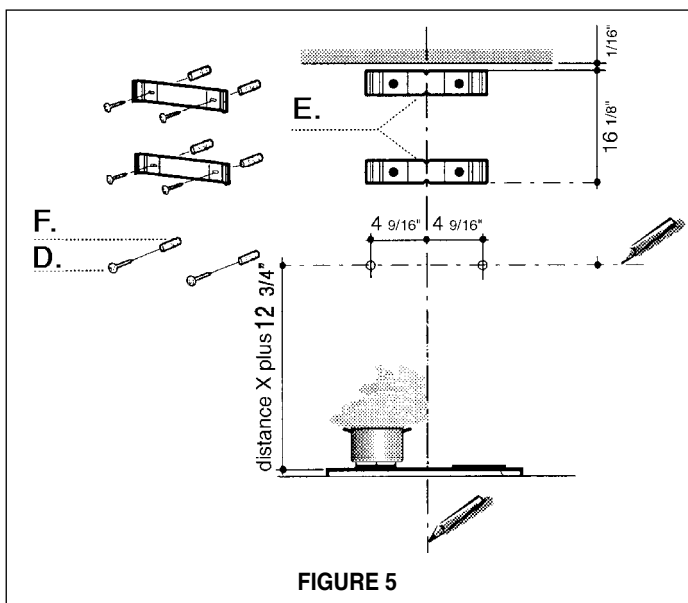

FIGURE 5
3. Déterminer la distance entre la hotte et la table de cuisson (**distance X de la FIGURE 4A ou 4B**). Marquer la ligne horizontale la hauteur de **distance X plus 12 3/4 po (de la FIGURE 5)**.